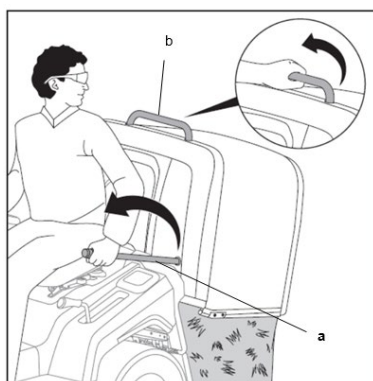

Fig.22
3. Estrarre la leva di scarico dell'erba (a) oppure afferrare la maniglia posteriore (b) e inclinare il cesto di raccolta dell'erba per svuotarlo (Fig.22).